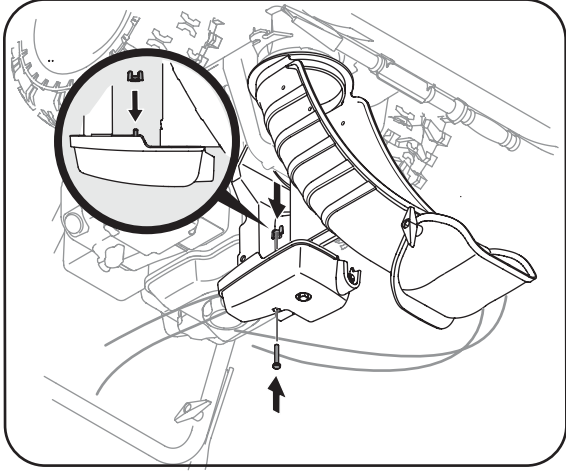

Figure 3-4
- Continuez l'installation de la goupille sur son support avec l'écrou à oreilles et la vis hex. retirés plus tôt. Voir la Figure 3-4.